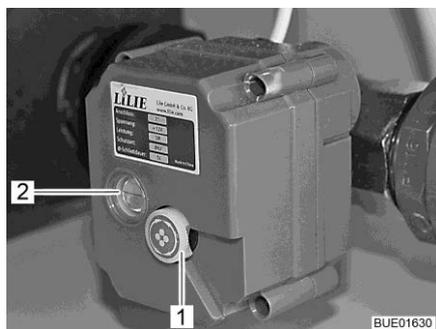

Fig. 148 Robinet de vidange à commande électrique
Une ligne rouge dans le regard (Fig. 148,2) du robinet de vidange à commande électrique indique la position du robinet :
- Tirer la molette (Fig. 148,1) du robinet de vidange à commande électrique vers l'extérieur et la faire tourner (peu importe le sens de rotation).